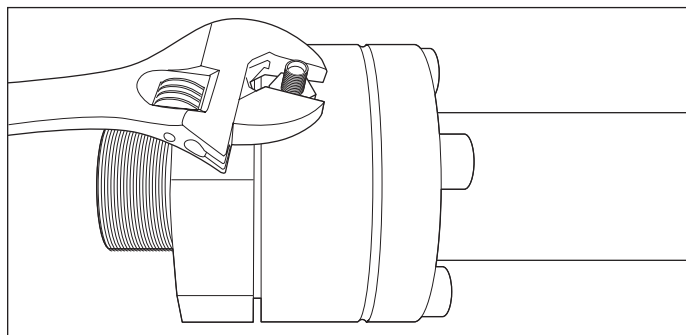

Figure 21-7
6. Installez et serrez l'adaptateur de valve Schrader mâle dans le raccord d'extrémité DoubleTrac® (Figure 21-7).